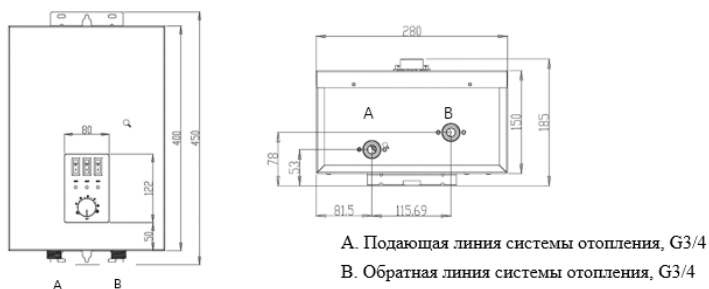

Рис. 8. Присоединительные размеры
7.3.3 Подсоединение труб (Рис. 8)